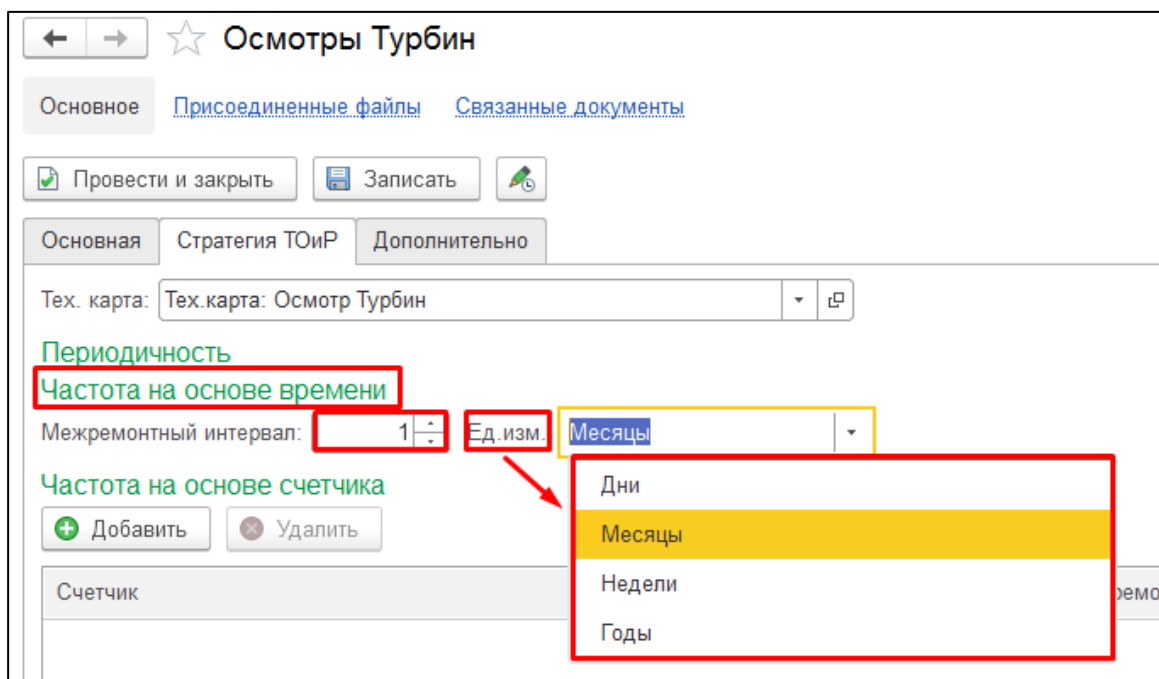

Рисунок 41. Заполнение периодичности.
- «**Частота на основе времени**» с реквизитами к заполнению (см. Рисунок 41):